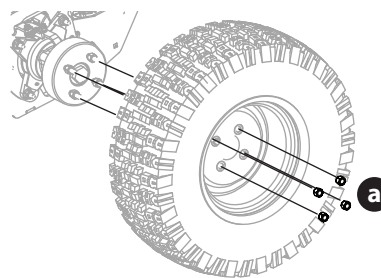

Fig. 34
1. Con los neumáticos sobre el suelo, afloje, pero no quite las cuatro tuercas de llanta (a) (Fig. 34).
6. Torque las tuercas (a) a 65-70 pies-lb (88,13 a 94,91 N-m) en un patrón entrecruzado (Fig. 34).